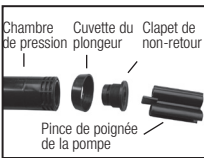

Figure 3
4) **Clapet de non-retour:** Retirez l'assemblage de la cartouche du clapet de non-retour du bas de la chambre de pression en utilisant la pince de poignée de la pompe (la pince a une lame à plat incorporée à l'extrémité). Placez la lame à plat dans la fente au bas de la cartouche et dévissez. Lorsque la cartouche est retirée, elle peut soit être remplacée comme assemblage ou reconstruite. Pour reconstruire, démontez les deux moitiés de la cartouche et remplacez le joint et/ou le clapet (figures 3 et 4). Le joint se monte à l'intérieur du plus large de deux moitiés de la cartouche. Le côté chambré du joint s'installe dans les rainures dans la moitié de la cartouche. La performance de la pompe pourrait être affectée si elle n'est pas assemblée correctement.